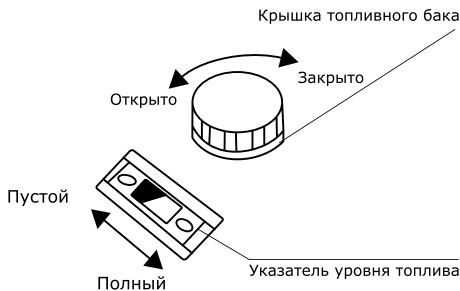

Рис. 7
Проверьте уровень топлива на указателе уровня топлива (рис. 7). При необходимости долейте в бак чистое свежее топливо. Не используйте топливо, которое хранилось более 2 месяцев. В качестве топлива используйте автомобиль-
5. Проверьте уровень топлива (рис. 7). При необходимости долейте чистое свежее топливо.